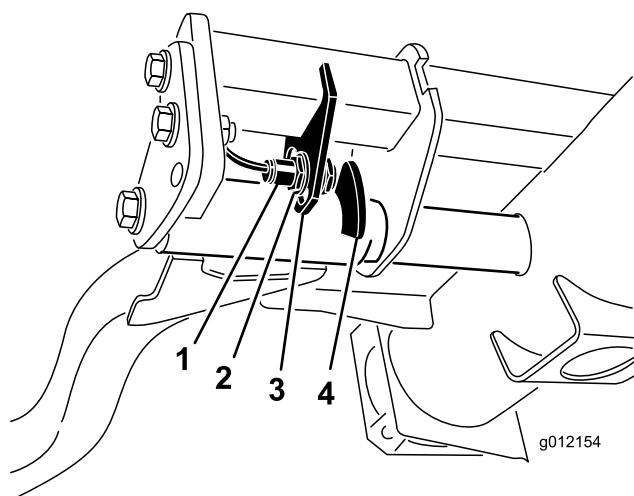

Figura 35
2. L'interruttore del braccio di sollevamento è situato sotto il serbatoio idraulico, dietro il braccio di sollevamento anteriore destro (Figura 35).
d'inversione del braccio di sollevamento o alzate l'interruttore per ridurla (Figura 35).